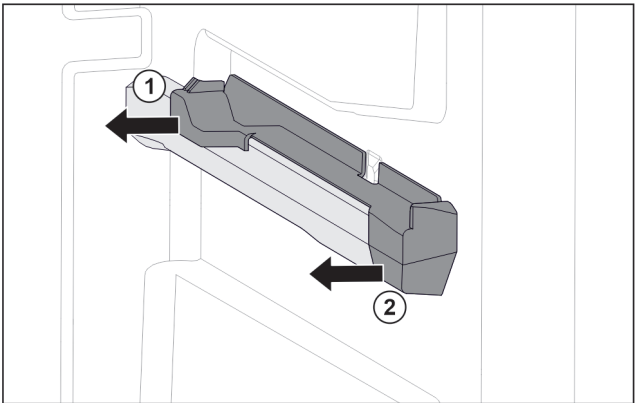

Fig. 130 右侧容器肋梁上的插装件
- ▶ 将插装件后部拉到一侧。 Fig. 130 (1)
- ▶ 将插装件前部拉到一侧。 Fig. 130 (2)